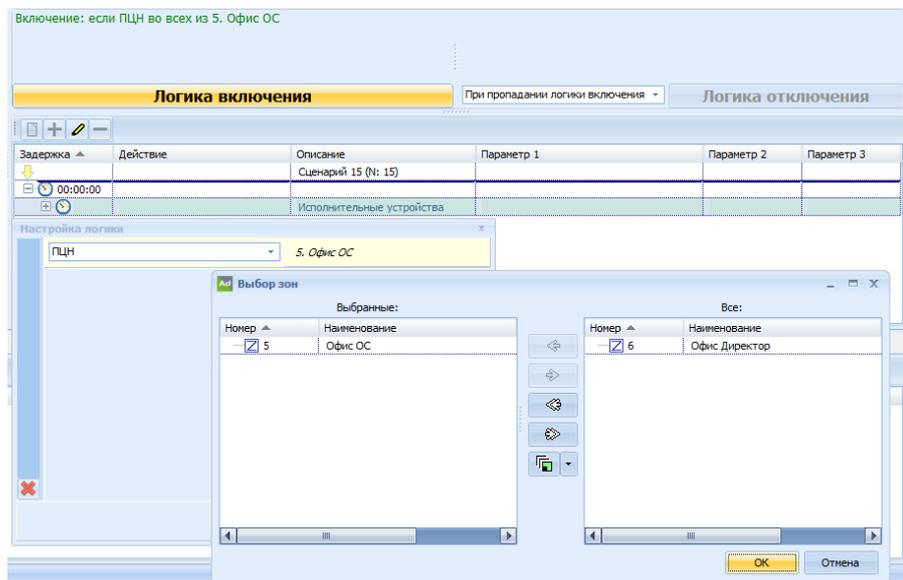

Рисунок 9.24 – Специальный сценарий: по тактике ПЦН в зоне «Офис ОС»
- в следующем поле выбрать охранную зону или группу зон (рисунок 9.24),